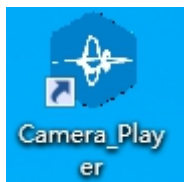

图 12 软件图标
1. 双击打开桌面的【Camera Player】，如图 12 所示：